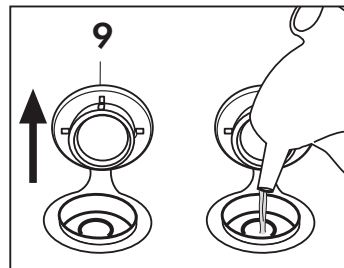

Abb. 7
Den Verschluss des Wassereinfüllstutzens (9) von Hand öffnen; mit Hilfe der Flasche den Heizkessel mit Wasser füllen. Wenn der Behälter voll ist, diesen wieder mit dem Verschluss (9) schließen (**Abb. 7**).